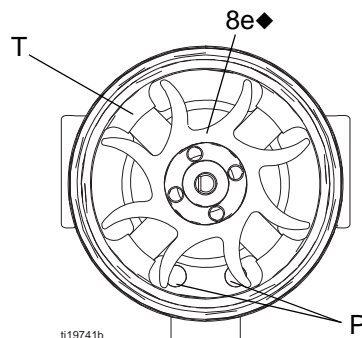

Fig. 38 . Orientation du ventilateur
7. Maintenez l'ensemble de bobine (8a) sur un établi en orientant l'extrémité du ventilateur vers l'avant. Retirez le ventilateur (8e) de l'axe (S) à l'aide d'un tournevis plat large.
10. Installez le nouveau coussinet inférieur (8b1) sur la partie longue de l'axe (S). La partie la plus plate du coussinet doit être orientée à l'opposé de l'aimant (M). Installez dans la bobine (8a) de sorte que les languettes de coussinet soient au niveau de la surface de la bobine.
12. Maintenez l'ensemble de bobine (8a) sur un établi en orientant l'extrémité du ventilateur vers l'avant. Appuyez sur le ventilateur (8e), sur l'extrémité longue de l'axe (S). Les pales du ventilateur doivent être orientées comme illustré dans la FIGURE 38.